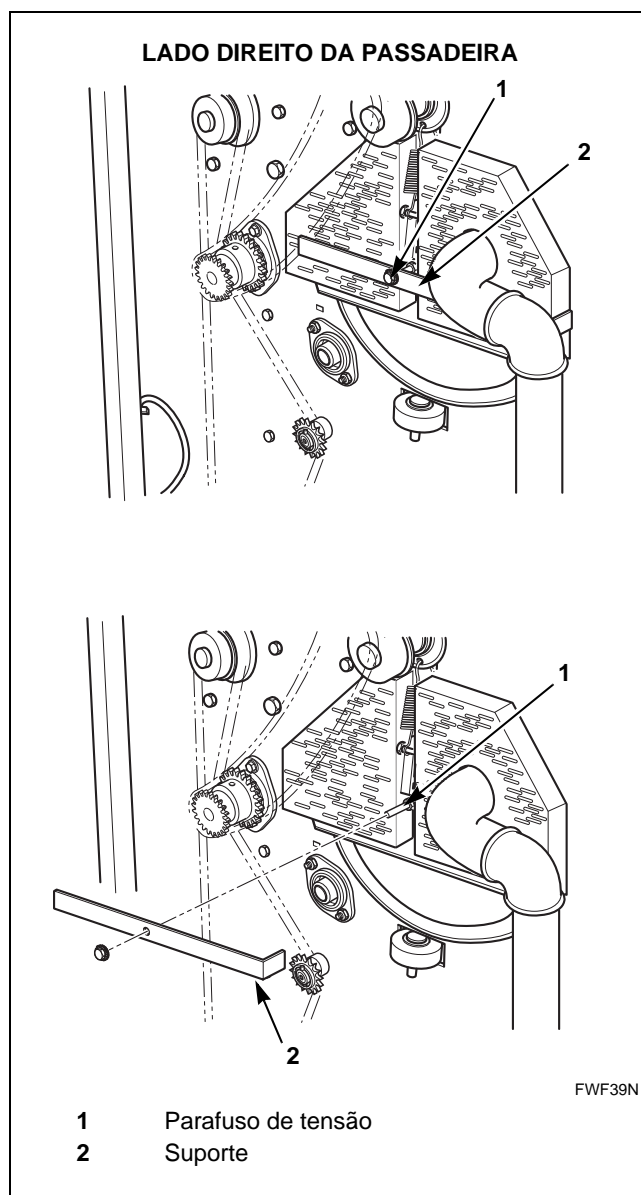

Figura 29
2. Localize os sistemas de tensão da correia de retorno em cada lado da passadeira. Consulte *Figura 29*.